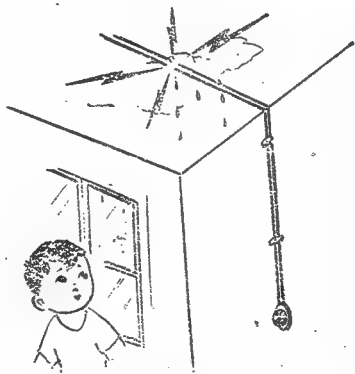

图 10 房屋漏雨浸湿电线易漏电起火
(5) 收音机或电视机的“天线”，不要架在电杆上或电杆附近，以防天线被风吹断，搭连在电线上，易烧毁收音机，并招致人身触电事故。雷雨天气应把收音机关上，还要把天线和地线连在一起，这样，一旦天线受雷击，就能将雷电流泄到地下，保证安全。
(6) 电气工作人员应严格地按照电气安全作业规定进行操作或检修电器具，修理前必须断开电源。平时应对电气器具经常进行检查，凡不合格的电器具应及时检修或停止使用。
(7) 电灯、电线以及其它电器具，不要靠近炉灶安装，以防长期受热、受潮后，绝缘损坏，漏电伤人。
(8) 室内应使用橡皮绝缘线或塑胶线，不要使用破旧的电线头来连接。电线的接头处应严密包上绝缘胶布，不要使电线的金属芯露出来。
(9) 室外的电灯、电线或接电用的插座应固定在 1.8 米以上，装于低处时应装设安全插座，且不要随便移动。
(10) 电线穿过墙壁或板壁时，要用瓷管或铁管保护。房屋漏雨应及时修理，以免电线受潮，漏电起火，如图 10 所示。
(11) 电线不要挨近晒衣服、绑烟筒、挂东西等用的铁丝，以免铁丝磨破电线，发生触电。
(12) 不要利用电线杆搭凉篷、瓜架，或在电杆、电线上晾晒衣物。
(13) 不要把牲畜拴在电线杆或其“拉线”上，以防止牲畜受惊把电杆拉倒，弄断电线发生触电。
(14) 要教育儿童不要爬上电杆或在电杆的拉线上做爬吊游戏，